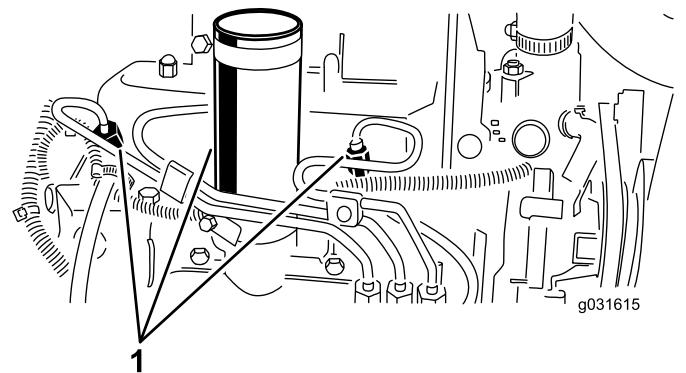

Figura 54
1. Slăbiți conexiunea conductei la duza nr. 1 i ansamblul de susinere (Figura 54).